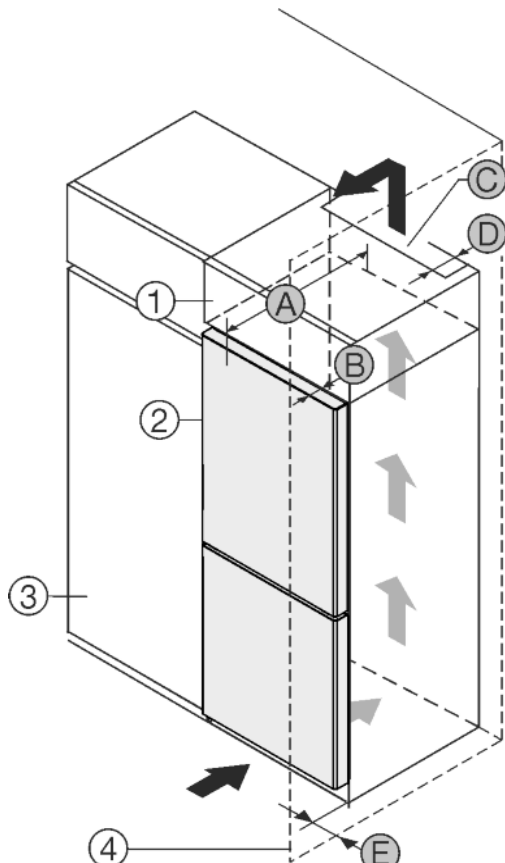

Fig. 1
Amplasați aparatul direct lângă dulapul de bucătărie Fig. 1 (3).
Amplasați aparatul cu o distanță de 5 cm între aparat și dulapul de bucătărie Fig. 1 (3).*
În partea din spate a dulapului suspendat trebuie să existe o fantă de aerisire cu grosimea Fig. 1 (D) pe toată lățimea dulapului suspendat.*
Sub tavanul încăperii trebuie să fie respectată secțiunea de ventilație Fig. 1 (C).*
Atunci când aparatul este montat cu balamalele lângă un perete Fig. 1 (4), distanța dintre aparat și perete trebuie să fie de minim 40mm. Această valoare corespunde proeminenței mânerului cu ușa deschisă.*
Pentru a putea deschide complet ușa, aparatul trebuie să fie proeminent cu cel puțin adâncimea ușii Fig. 1 (B) față de suprafața frontală a dulapului de bucătărie. În funcție de adâncimea dulapurilor de bucătărie Fig. 1 (3) și utilizarea distanțierelor de perete, aparatul poate ieși mai mult în afară.*
Pentru a putea deschide complet ușa, aparatul trebuie să fie proeminent cu cel puțin adâncimea ușii (B) față de suprafața frontală a dulapului de bucătărie. În funcție de adâncimea dulapurilor de bucătărie Fig. 1 (3) și utilizarea distanțierelor de perete, aparatul poate ieși mai mult în afară.*